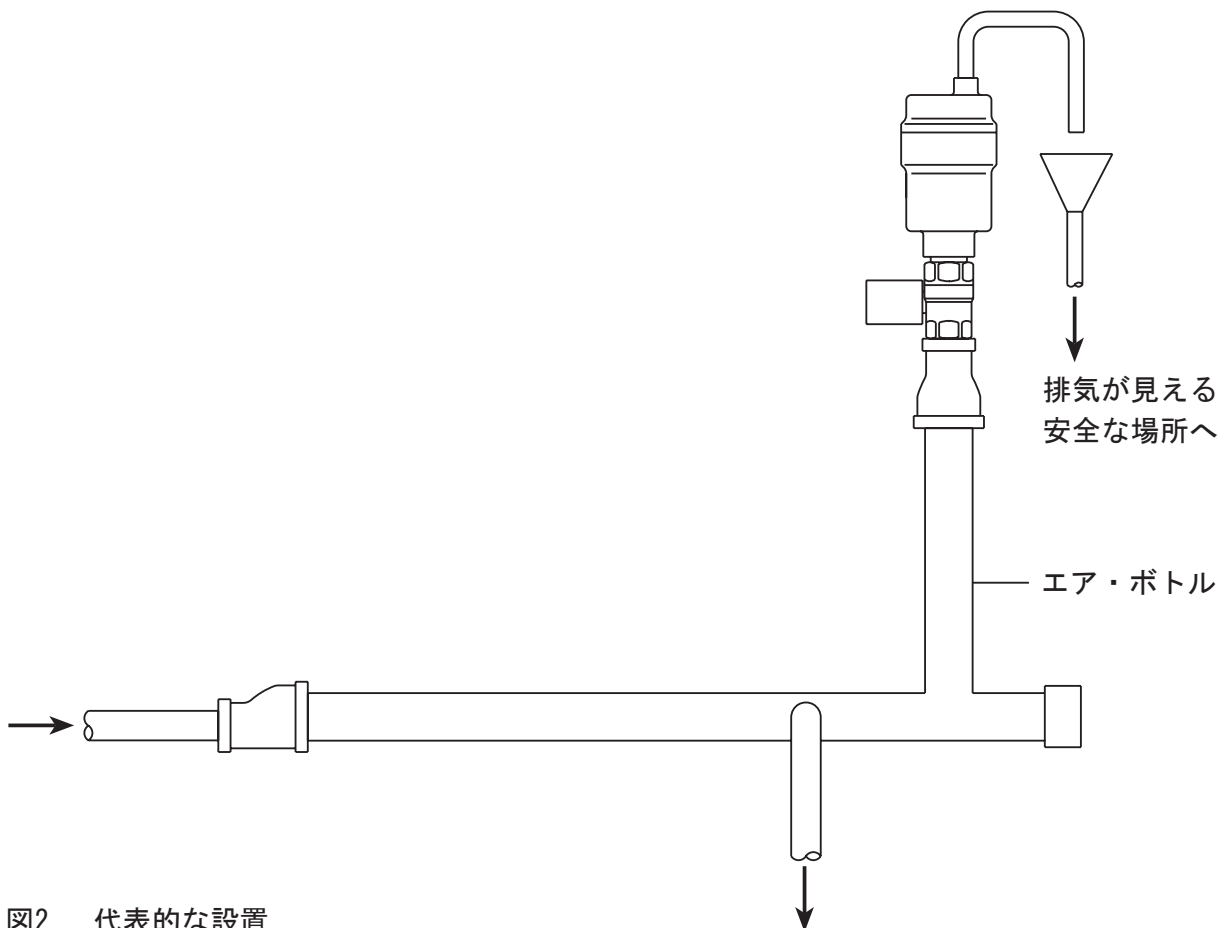

図2. 代表的な設置
- 3.4 自動空気抜き弁は、入口を底にして垂直配管に設置してください。安全な場所に排気するために、空気抜き弁からの排気管を設置することをお奨めします。この設置用に、出口に8A RpあるいはNPT雄ねじが切ってあります。代表的な設置は図2をご覧ください。